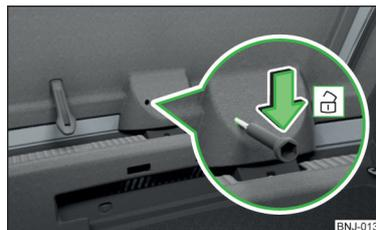

Abb. 195 Klappe entriegeln
- In die Öffnung in der Klappenverkleidung » Abb. 195 einen Schraubendreher oder ein ähnliches Werkzeug bis zum Anschlag einführen.